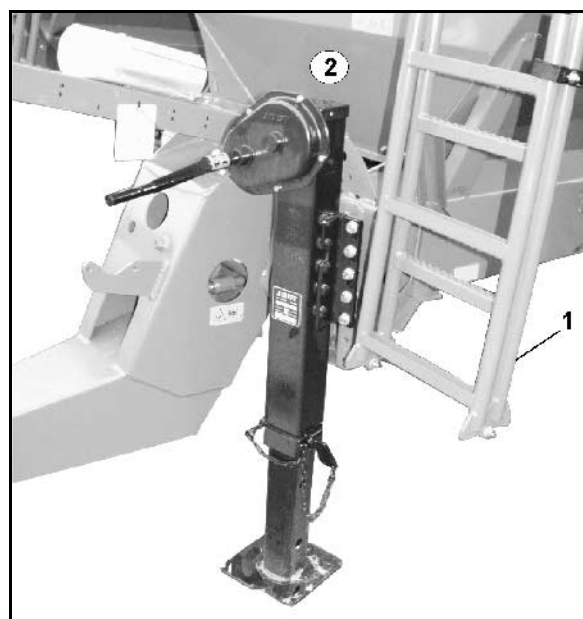

Fig. 64
För rengörings-, skötsel eller reparationsarbeten nås tillträde till behållaren via den fällbara stegen (Fig. 64/1).
1. Lyft låsklämman (Fig. 64/2).
2. Fäll ut stegen (Fig. 64/1).